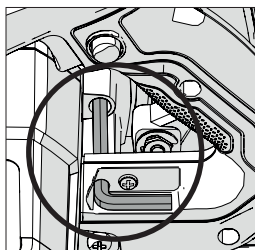

Fig. 1
- Localizzare la chiave esagonale per il cambio lama conservata nell'apposito alloggiamento (la sua posizione è simile su tutti i modelli). **(Fig. 1)**